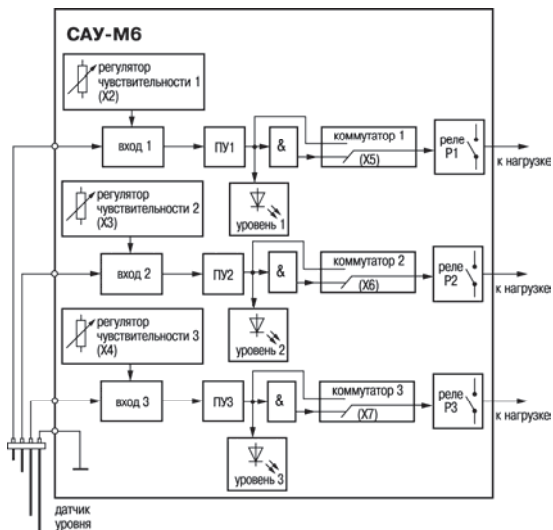

Рисунок 1
3.1.4 В состав каждого канала прибора входит ступенчатый коммутатор X2 (X3, X4), (см. рисунок 1), являющийся регулятором чувствительности канала контроля уровня к электропроводящим свойствам жидкостей. Это позволяет работать с различными жидкими средами.
3.1.6 Выходные реле предназначены для управления внешним оборудованием, обеспечивающим выполнение технологического процесса, связанного с контролем уровня. Срабатывание реле происходит при контакте соответствующего сигнального электрода с жидкостью. Для расширения функциональных возможностей прибора режим работы реле в любом из каналов может быть изменен пользователем при помощи коммутаторов X5 (X6, X7), (см. рисунок 1). При соприкосновении электрода датчика с жидкостью выходное реле в зависимости от положения его коммутатора может переводиться в состояние «Включено» или, наоборот, в состояние «Выключено».